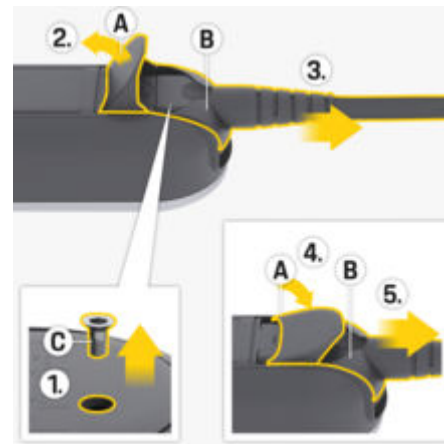

Fig. 193 Løse nettkabelen
1. Løs skruen **C** (Fig. 193) med et egnet verktøy.
2. Åpne luken **A** (Fig. 193) helt.
3. Trekk ut pluggen **B** (Fig. 193) til du kjenner motstand.
4. Lukk luken **A** (Fig. 193) til ca. 15 grader (luken kan ligge på kontakten **B** (Fig. 193)).
5. Trekk pluggen **B** (Fig. 193) helt ut.